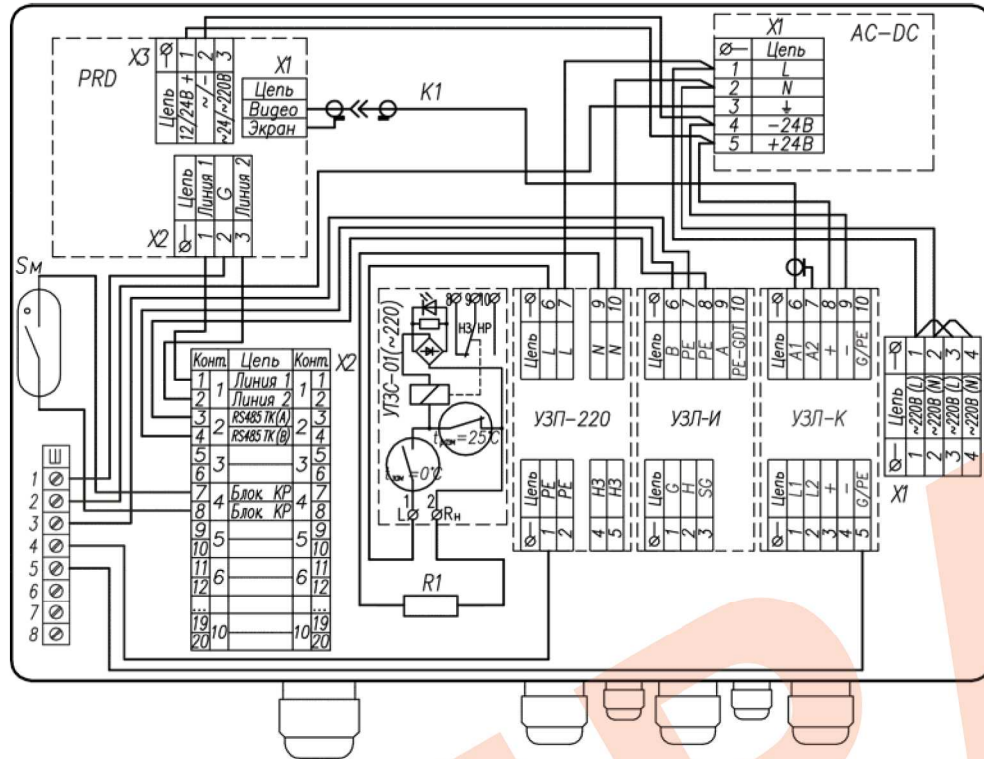
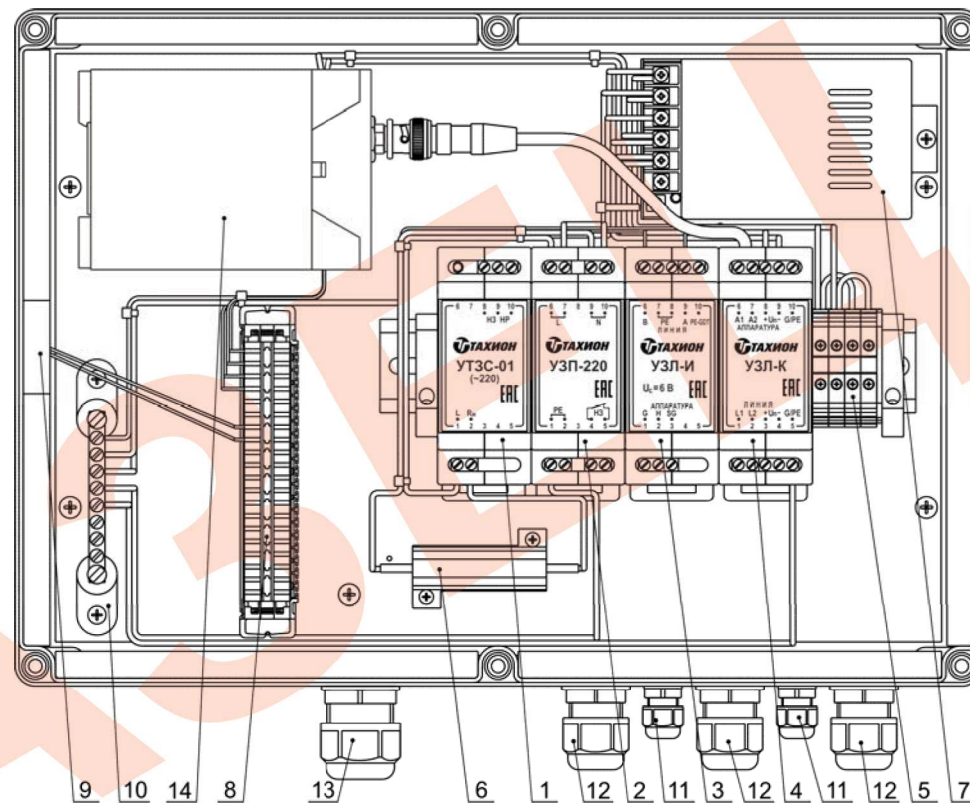

Рис.2 Схема электрическая принципиальная
Рис.1 Устройство КМГО-220-02 (крышка не показана)
В состав изделия входят (см. рис.1 и рис.2):
Подключение цепей изделия производится в соответствии со схемой электрической принципиальной (рис.2). Для подключения необходимо:
2. Заземлить любой свободный контакт шины заземления Ш (поз.10 рис.1).
- линию интерфейса RS485 к контактам 3 (A) и 4 (B) планта X2;
- магнитоконтактный извещатель Sm (поз.9 рис.1) к внешнему устройству сигнализации через контакты 7 и 8 (4-я пара) планта X2.